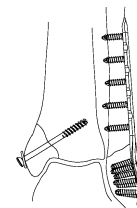

図 30
- 7) ガイドピンを取り外し、インプラントの状態を正面像及び側面像で確認し、縫合して手術を終了します。 (図 30)
- 1) ヘクスローブ 15 ドライバーを用いてスクリューを抜去します。 (図 30) 抜去時に生じるプレートの回旋を防ぐため、抜去時は、すべてのスクリューを完全に抜去する前に一度緩めた状態にし、順次スクリューを抜去します。